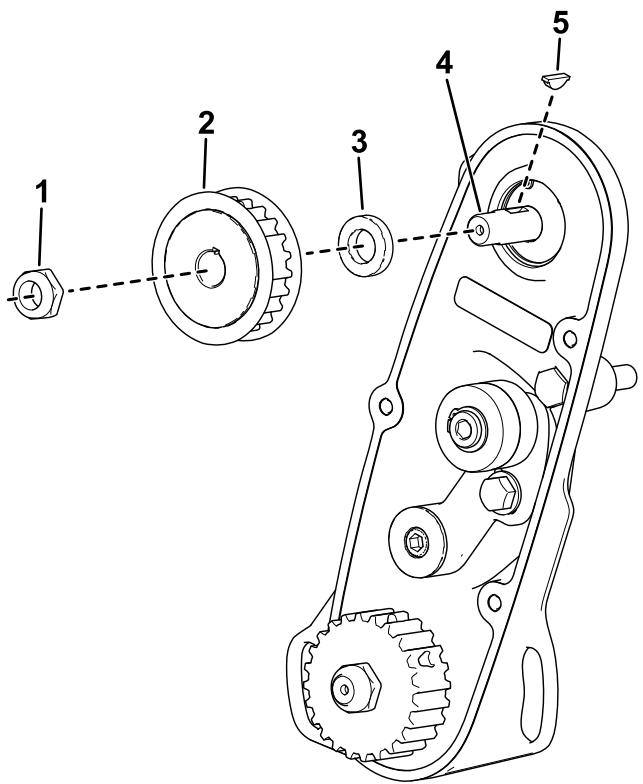

图 6
- B. 安装隔片 图 6。
- C. 将钥匙安装到驱动轴键槽中 图 6。
- D. 安装皮带轮 图 6。
- E. 使用螺母将新滚刀驱动轴固定到组件上 图 6。